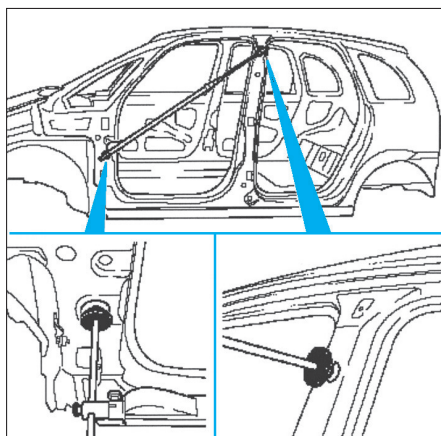

FIG. 42
- Diagonale avant (supérieure) : 1327 mm (Fig.42).